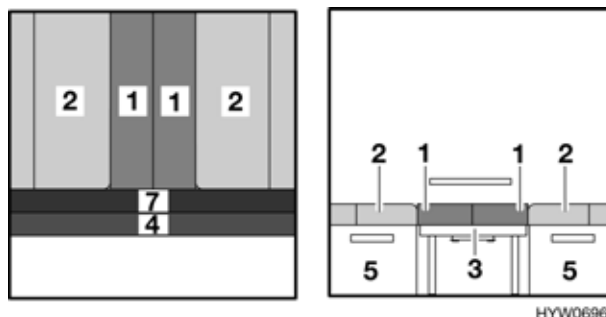

Fig. 75 Dopo la trasformazione
- Posizionare i due cuscini dello schienale (Fig. 75,1) al centro.
- Appoggiare i cuscini aggiuntivi (Fig. 75,4 e 7) sulla prolunga del cassone letto.